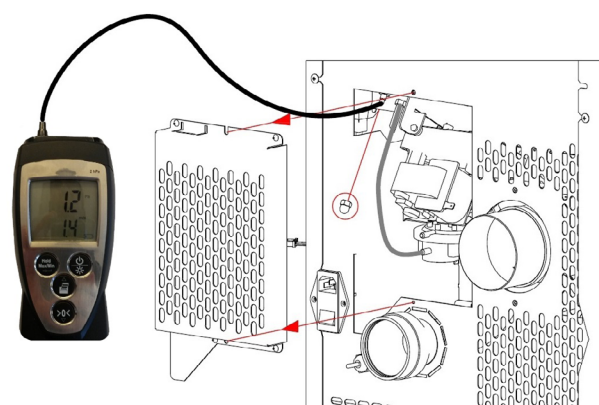

Fig. 75 - Anschluss des Digitaldruckwächters
- Über einen kleinen Schlauch einen Digitaldruckwächter zum Messen des Unterdrucks anschließen (siehe Fig. 75 a pag. 31).